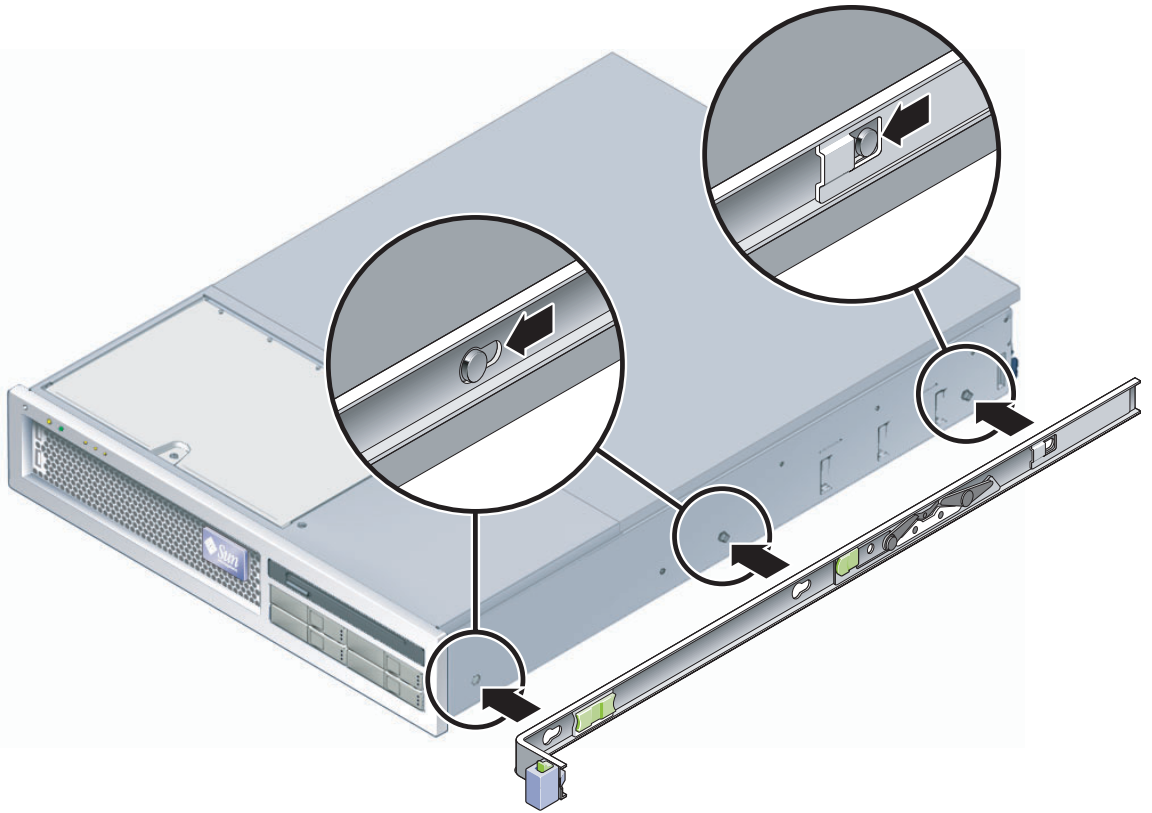

图 2-4 将安装托架连接到底盘
a. 根据服务器底盘（图 2-4）调整安装托架的位置，使滑轨锁位于前部，并使安装托架上的三个齿状开孔与底盘侧面的三颗定位钉对齐。
- c. 检验三颗定位钉是否落入齿状开孔内，并检验后部的定位钉是否与安装托架锁咬合，如图 2-4 的右侧所示。